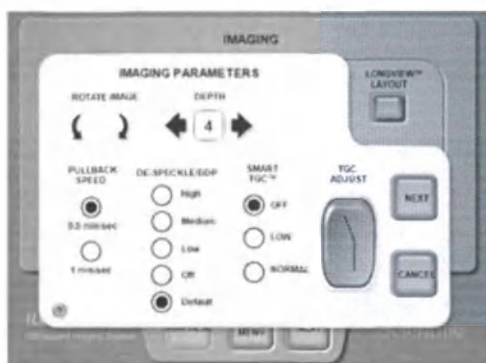

Рисунок 2-4. Диалоговое окно IMAGING PARAMETERS/ПАРАМЕТРЫ ВИЗУАЛИЗАЦИИ
- **ПАРАМЕТРЫ** - См. рисунок 2-4. Кнопка PARAMETERS/ПАРАМЕТРЫ отображает диалоговое окно ПАРАМЕТРОВ ВИЗУАЛИЗАЦИИ. Кнопка PARAMETERS/ПАРАМЕТРЫ доступна при визуализации или перед или между записями, но не во время самого процесса записи.